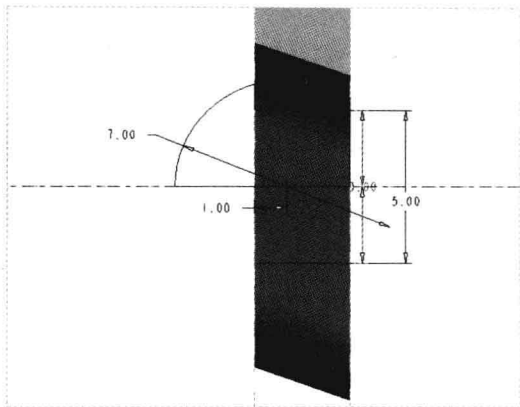

图 15-62 绘制截面 3
Step 13 在“功能区”选项板的“模型”选项卡中,单击“形状”面板中的“旋转”按钮,弹出“旋转”选项卡,在绘图区选择 RIGHT 基准平面作为草绘平面,进入草绘环境;单击“草绘”选项卡中的相应按钮,绘制截面,如图 15-62 所示,单击“关闭”面板中的“确定”按钮,完成截面绘制并退出草绘环境。